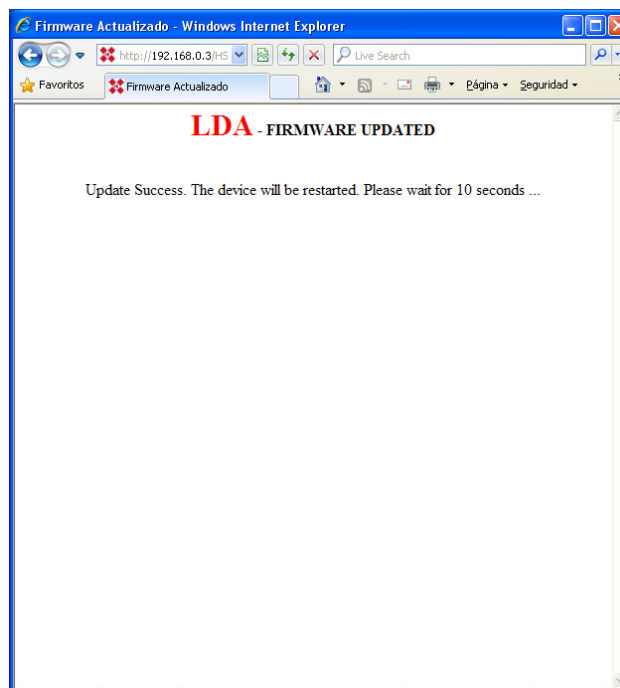

Abbildung 10: Firmware wird geladen
3. Danach wird der in Abbildung 10 dargestellte Bestätigungs-Bildschirm angezeigt, und das Gerät führt einen automatischen Neustart aus;